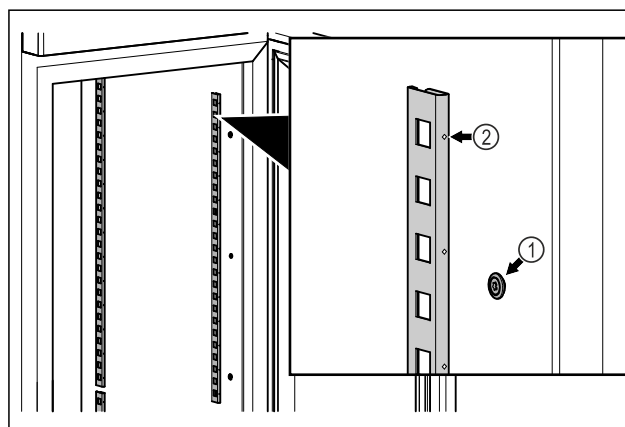

Fig. 48 Príklad zobrazenia
- ▶ Koľajničky zaveste do závesu Fig. 48 (1). Označenie Fig. 48 (2) musí ukazovať dopredu.